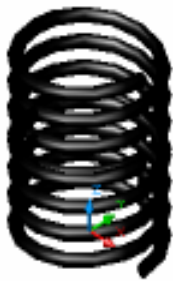

图 9-23
(6)重复 5 的步骤，关闭“圆柱”图层，结果如图 9-23 所示：